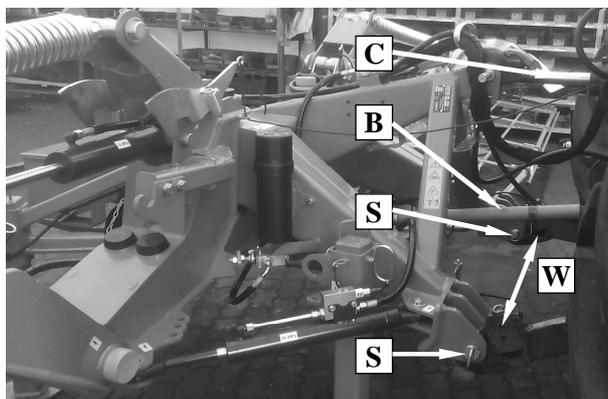

Рис. 12. Косилка подключена к трактору
- и установить шкворни (S) косилки в вешалках (W) нижних тяг трактора (Рис. 12),
- Отрегулировать установку косилки при помощи верхней тяги (С) и вешалок (W),
- подключить шарнирно-телескопический вал (В) (Рис. 12). В случае потребности сократить вал согласно с пунктом 5.1.2.,
- верхней тягой **C** (Рис. 12) установить требуемую высоту кошения. Удлинение тяги **C** увеличивает высоту кошения, а сокращение уменьшает высоту кошения.